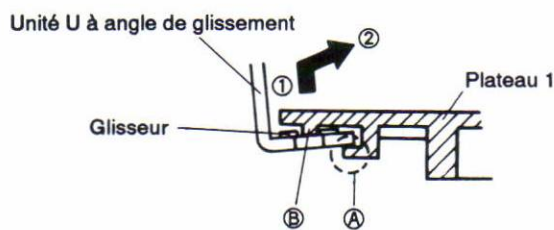

Fig. 9-5.
- Déplacer le plateau dans la direction de la flèche de la Fig. 9-5 et en détachant la protubérance B du plateau 1, libérer le l'unité en U à angle de glissement du crochet A du plateau 1.